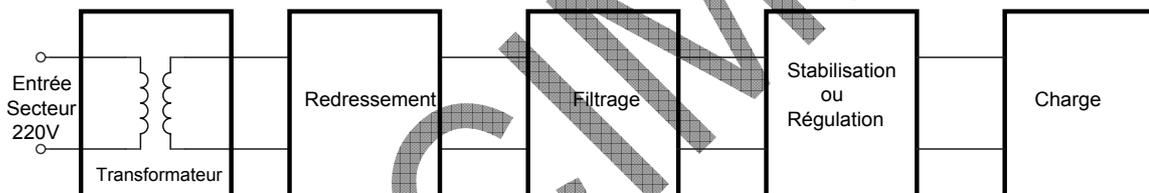

fig.1
Dans ce TP, le but est d'obtenir une tension continue à partir de la tension secteur avec une isolation galvanique entre le secteur et l'utilisation. Le schéma fonctionnel est donné par la figure 1. La tension secteur sinusoïdale est appliquée à un transformateur en général abaisseur comme c'est le cas dans tout ce qui suit.
1.3 REDRESSEMENT : schéma de principe fig.1